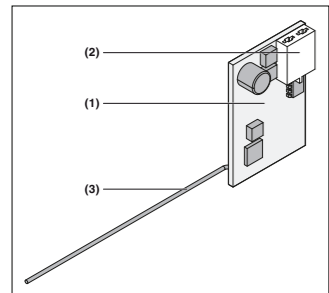

Fig. 1
2.1 Empfänger BDF140-1-A (Fig. 1) (nur für GA203-GA404 geeignet)
2.1 Récepteur BDF140-1-A (fig. 1) (uniquement adapté pour GA203-GA404)
2.1 Ontvanger BDF140-1-A (fig. 1) (alleen geschikt voor GA203-GA404)